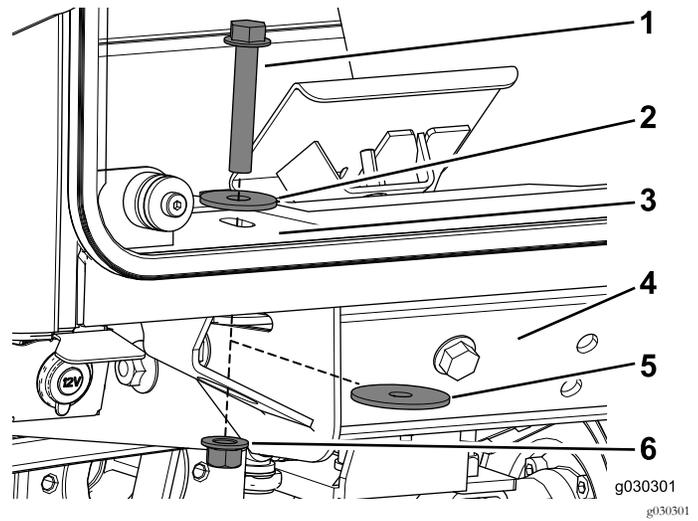

Figura 20
- Utilice un perno ($\frac{1}{2}$ " x 3"), una arandela de empuje, una arandela grande y una contratuerca para fijar la cabina a los soportes delanteros de la máquina (Figura 20).